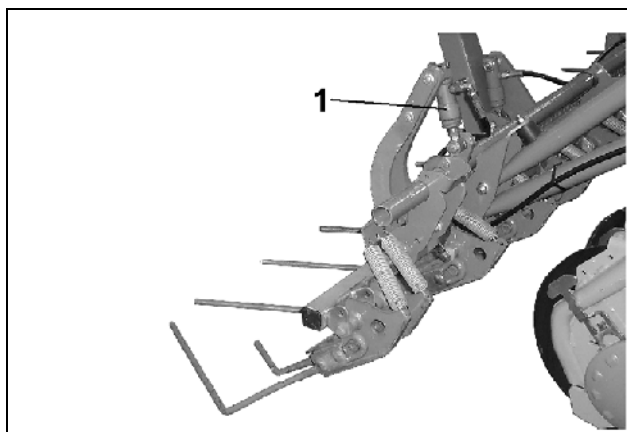
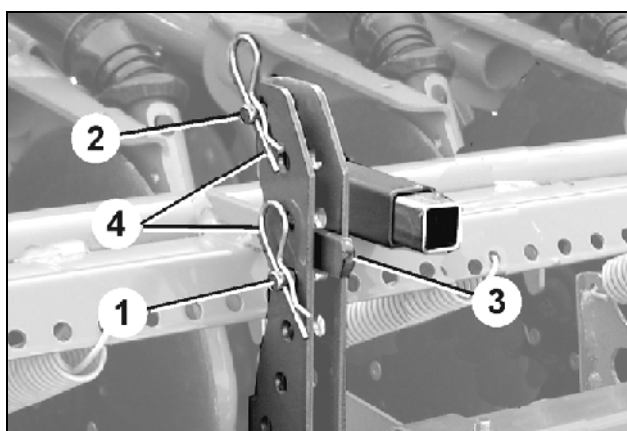

Fig. 99
Fig. 100
Ved skift fra normal til svær jord og omvendt indstilles eksaktdækstriglens tryk ved hjælp af en hydraulikcylinder (Fig. 99/1).
To bolte (Fig. 100/1 og 2) sidder som stop for grebet (Fig. 100/3) i indstillingsbeslaget. Håndtaget, der aktiveres af hydraulikcylinderen (Fig. 99/1) ligger mod bolten "I", når der ikke er tryk på hydraulikcylinderen, og går imod bolten "II" (Fig. 100/2), når hydraulikcylinderen sættes under tryk.
- trykket tages af hydraulikcylinderen (Fig. 99/1)
- bolten "II" (Fig. 100/2) sættes i et hul over grebet (Fig. 100/3) i indstillingsbeslaget og sikres med en hårnålssplit (Fig. 100/4).
- Hydraulikcylinderen (Fig. 99/1) sættes under tryk.
Bolten "I" (Fig. 100/1) sættes i et hul under grebet (Fig. 100/3) i indstillingsbeslaget og sikres med en hårnålssplit (Fig. 100/4).